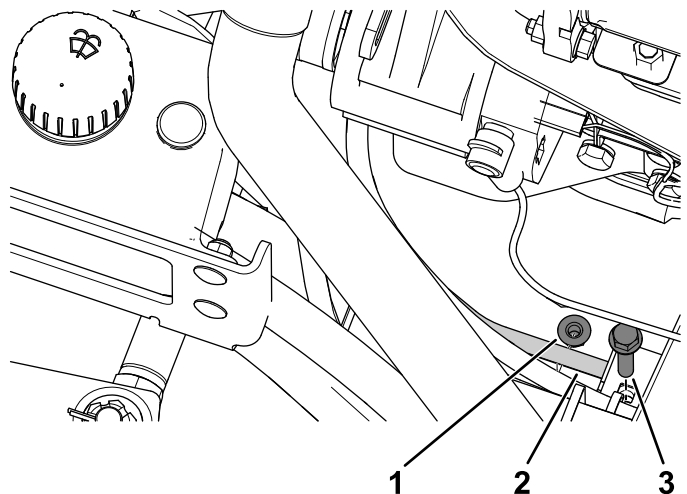

Figura 32
12. Retire o parafuso e a porca do tubo da montagem da linha hidráulica (Figura 32).